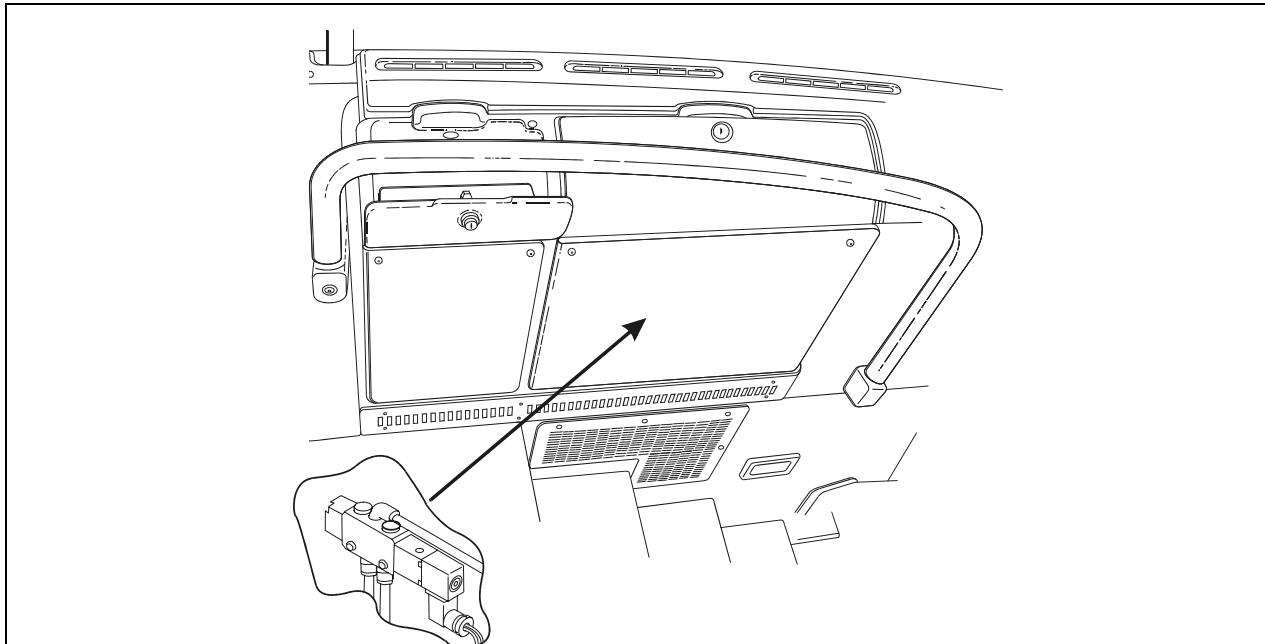

FIGURE 1: EMPLACEMENT DE L'ÉLECTROVANNE
1. Retirer le panneau d'accès à l'électrovanne (Figure 1).